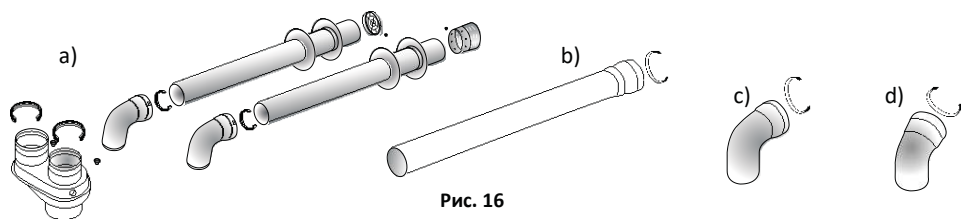

Рис. 16
Имеющиеся соединительные детали для подключения двойного дымохода (Рис. 16)
1. Комплект двойного герметичного дымохода $\varnothing 80 \times 80$ мм (Рис. 16а)